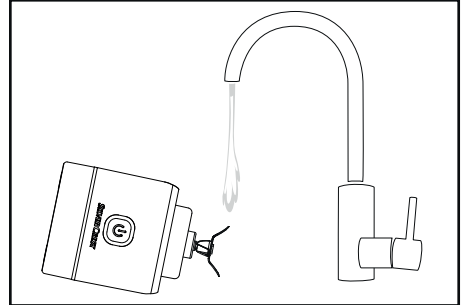

Fig. 2
- Pulire il blocco motore ❹ con un panno umido.
- Se il miscelatore ❷ non è molto sporco, riempirlo d'acqua tiepida fino al segno MAX aggiungendovi una goccia di detersivo per piatti. Fare funzionare l'apparecchio per circa 30 secondi come descritto al capitolo **Uso**. Poi svitare il blocco motore ❹ e svuotare il miscelatore ❷.
- Lavare solo la lama a croce ❺ con cautela sotto l'acqua corrente, utilizzando eventualmente uno spazzolino. Assicurarsi che non giunga acqua al blocco motore ❹ e non immergere l'apparecchio nell'acqua. Rovesciare l'apparecchio in modo che la lama a croce ❺ sporga nel getto d'acqua (vedere fig. 2). Se si esegue la pulizia subito dopo l'uso, è più facile rimuovere la sporcizia.